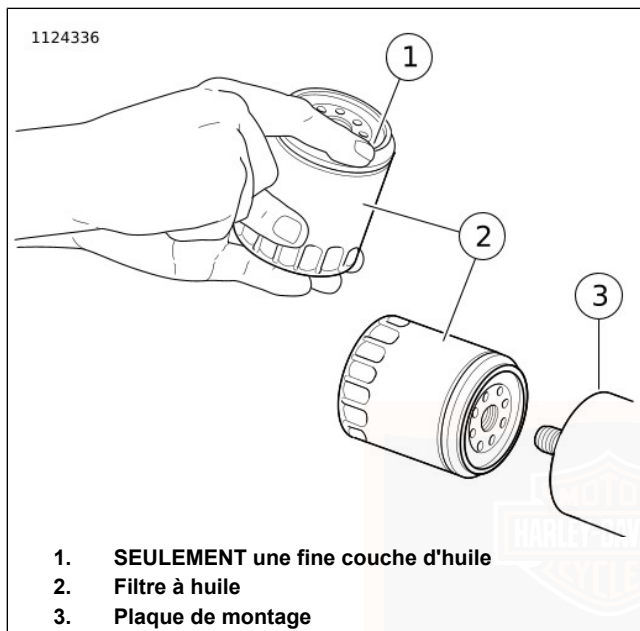

Figure 44. Application d'une fine couche d'huile
7. Voir Figure 44. Lubrifier le joint avec une huile moteur propre et installer un **nouveau** filtre à huile sur le support. Serrer le filtre à huile à la main d'un demi à trois quarts de tour une fois que le joint touche la surface de montage du filtre. **Ne PAS** utiliser de clé à filtre à huile lors de l'installation.